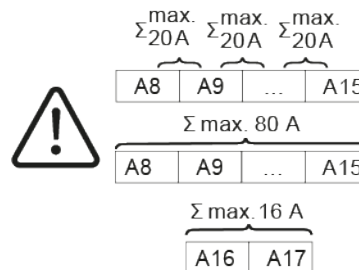

Bild 3: Summenströme
- Strombelastbarkeit der Lastausgänge beachten (siehe Bild 3).